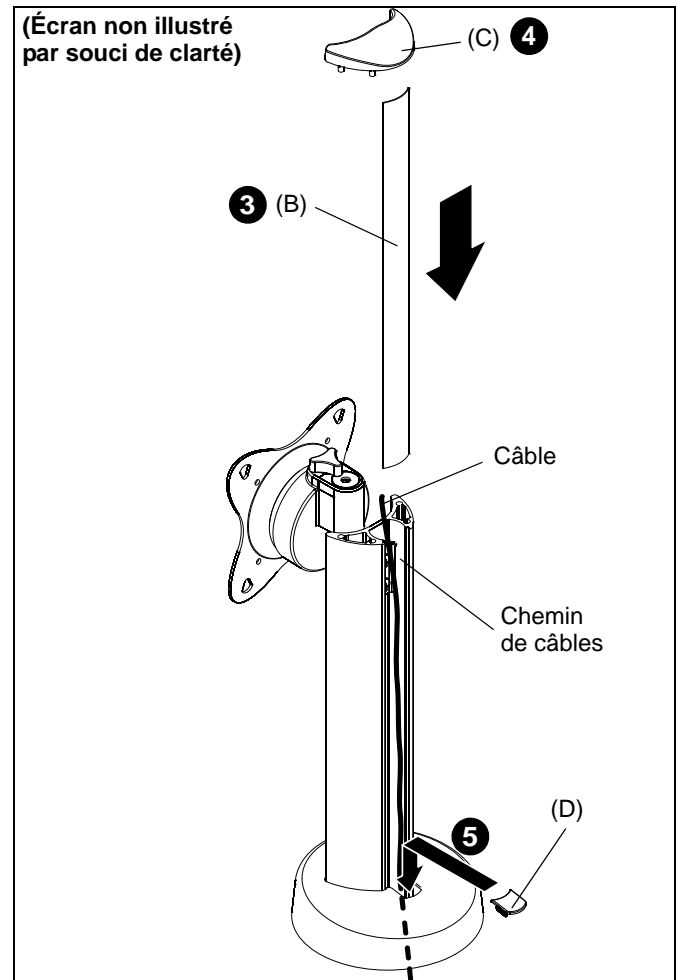

Figure 6
- Installez le couvre-fils (B) au dos du STS1 en le faisant glisser à l'intérieur de celui-ci à partir du haut. (Voir Figure 6)
- Installez le couvercle protecteur (C) sur le dessus du STS1. (Voir Figure 6)
- Fixer le cache de protection des câbles (D) à la base du STS1. (Voir Figure 6)